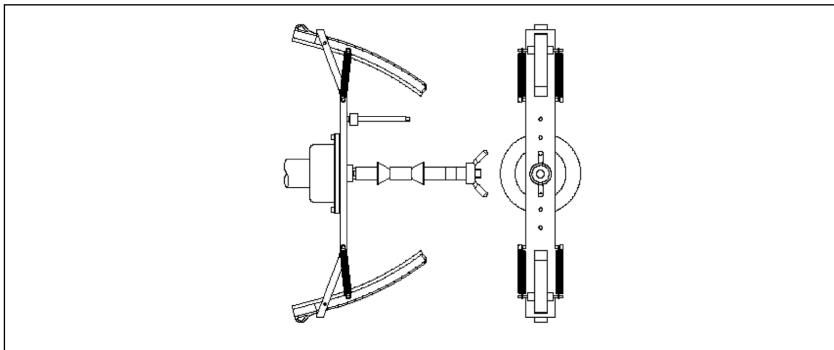

Figura F4.3 Coloque o bloco de equilíbrio de calibração no interior do clipe (fase de Cal3)
- 10) A máquina exibirá **cal--h12**, após o término da rotação. Coloque o bloco de equilíbrio de calibração no orifício marcado com “CAL” no lado externo, como mostrado na Figura F4.3;
- 11) Ajuste a braçadeira com o bloco de calibração na parte superior para a vertical como mostrado na figura F4.3. Pressione a tecla